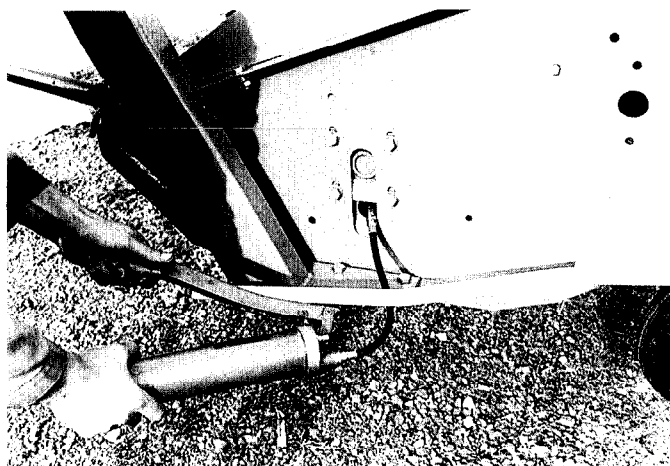

fig. 24
- Lejer på rotor (Fig. 24) (til dette formål bør kileremmen på venstre maskinside fjernes (SW13),